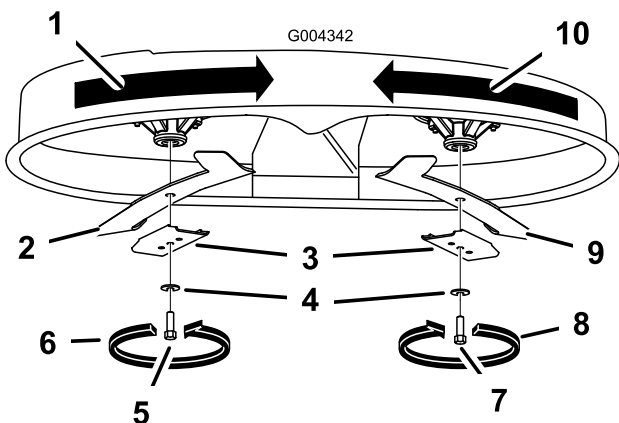

Figura 50
Sujete el extremo de la cuchilla usando un trapo o un guante grueso. Retire del eje el perno de la cuchilla, la arandela curva, el refuerzo de la cuchilla y la cuchilla (Figura 50).
1. Instale la cuchilla en el eje (Figura 50).
2. Instale el refuerzo de la cuchilla, la arandela curva (con la copa hacia la cuchilla) y el perno de la cuchilla (Figura 50).